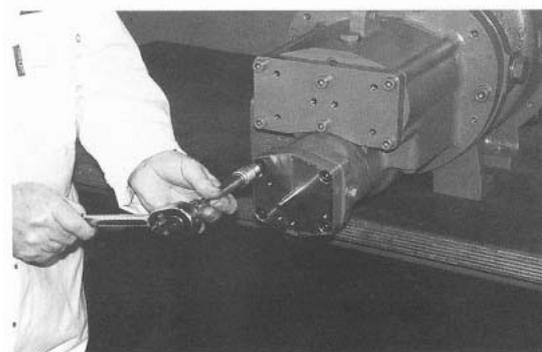
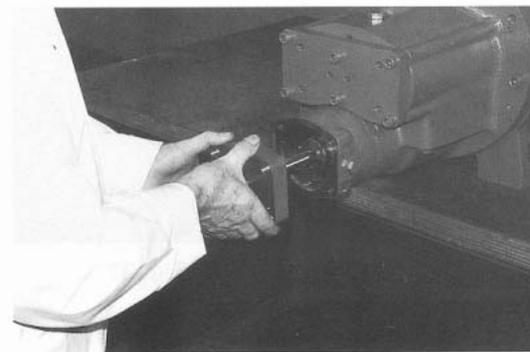

Рис. 27
Рис. 28
15. Снимите четыре шлицевых крепежных винта, крепящих торцевую крышку цилиндра (рис. 27), и выньте шпindelь привода/концевой выключатель. (Рис. 28)